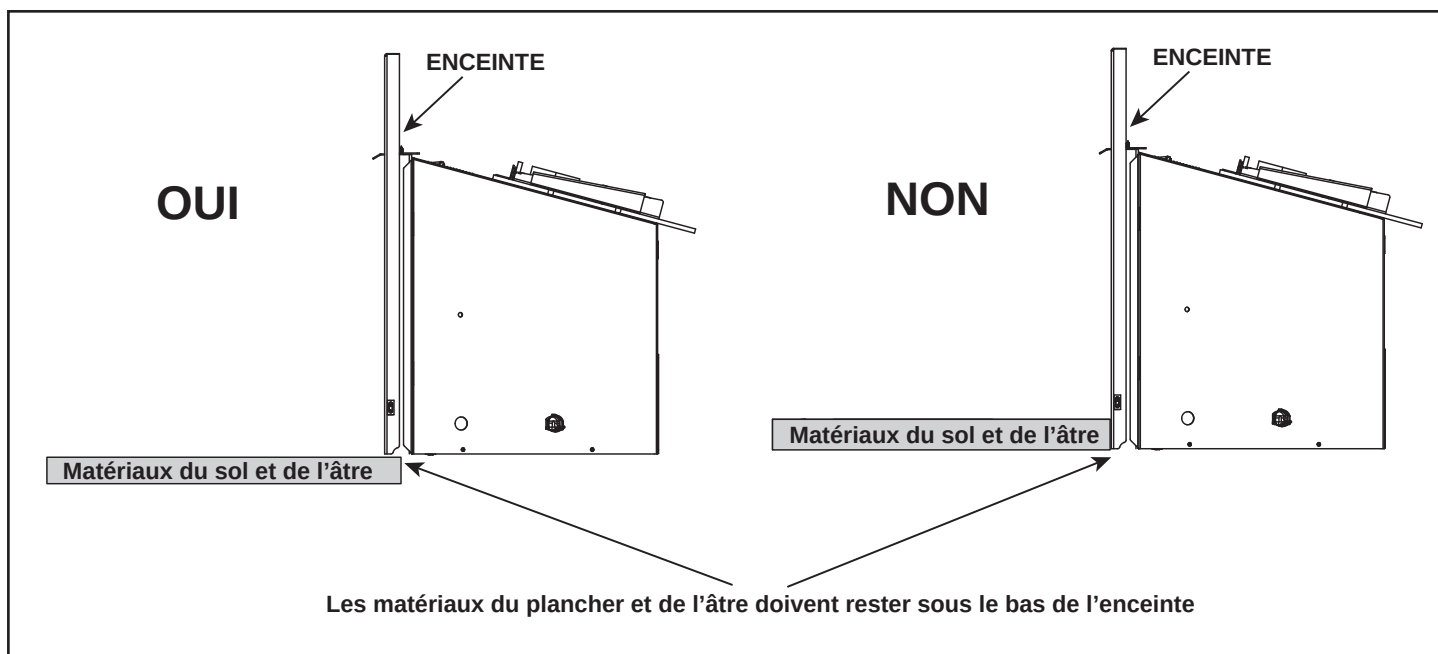

Figure 8.5 Matériaux du plancher et de l'âtre
- Tous les matériaux du plancher et de l'âtre doivent rester sous la partie inférieure de l'enceinte. Voir la figure 8.5.